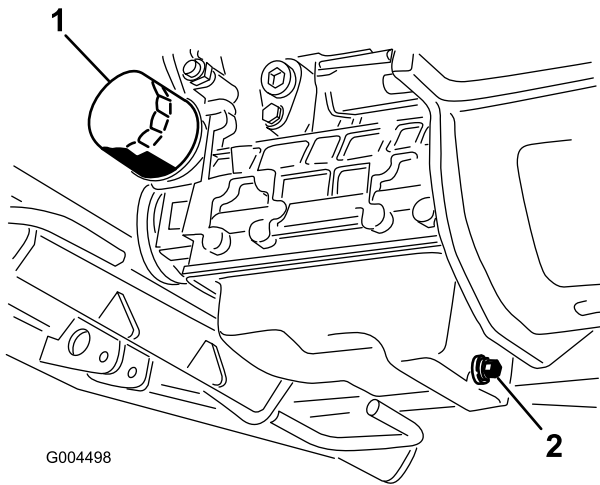

Bild 41
3. Stellen Sie eine Auffangwanne unter die Ölwanne und richten Sie sie mit der Ablassschraube aus (**Bild 41**).
6. Entfernen und wechseln Sie den Ölfilter aus (**Bild 41**).